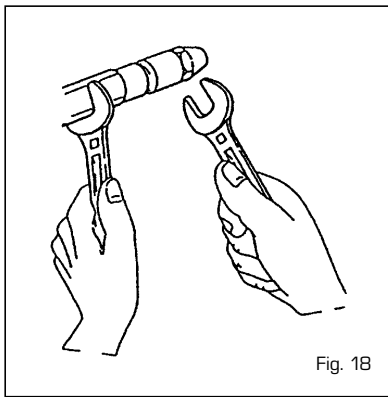

Fig. 18
- Bloccare il porta spruzzo utilizzando una chiave n° 19 e svitare l'ugello con una chiave n° 16 (fig. 18).